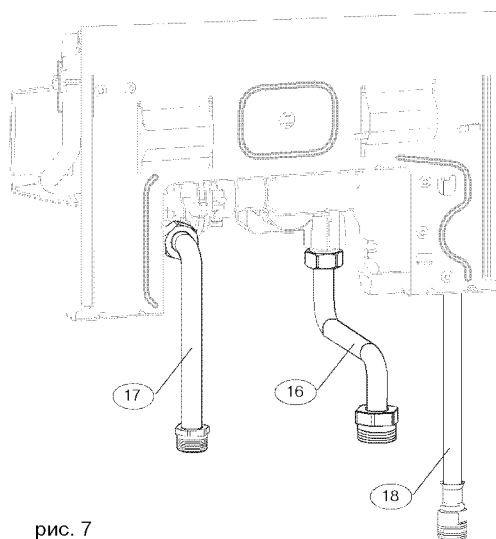

рис. 7
### Подключение природного газа (рис. 7):
### Подключение газа (рис. 7):
### Подключение холодной воды (рис. 7):
Подключение горячей воды осуществляется с помощью гибкого шланга (18) (рис. 7) установленного на водонагревателе.